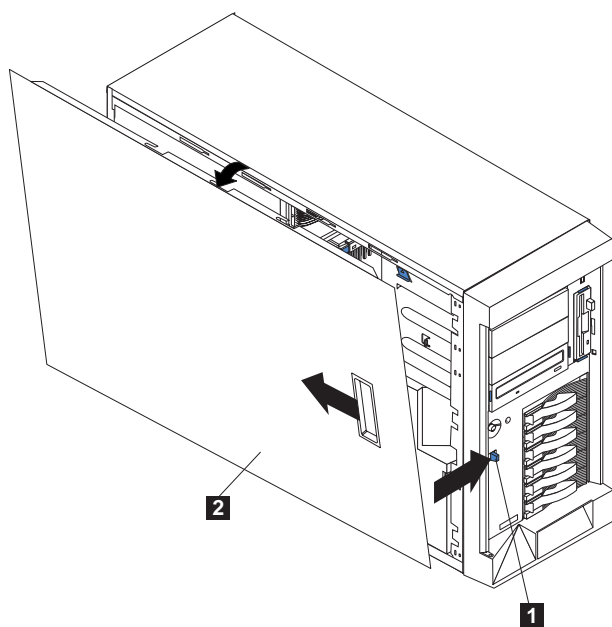

图 30. 卸下型号 25T 的盖板
3. 按图 30 指示的方向推引擎正面的塑料盖板开启插销以释放盖板。